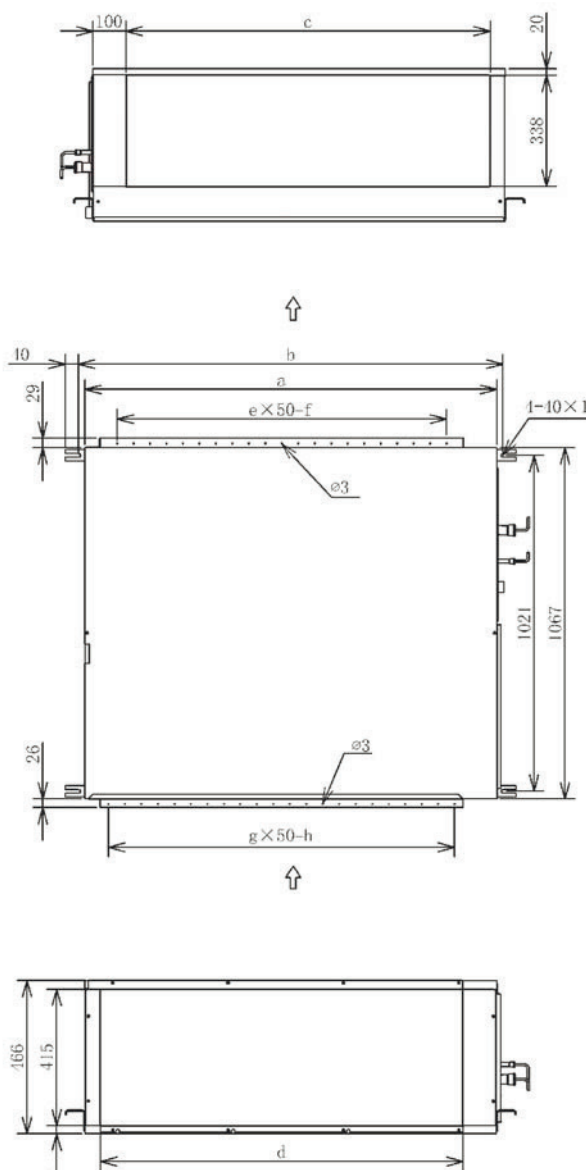

Рис. 4.3 Подвесы
- (1) Отметьте расположение подвесных болтов, соединений трубопровода хладагента и соединений дренажной трубы.
- (2) Установочные размеры приведены на рис. 4.3.